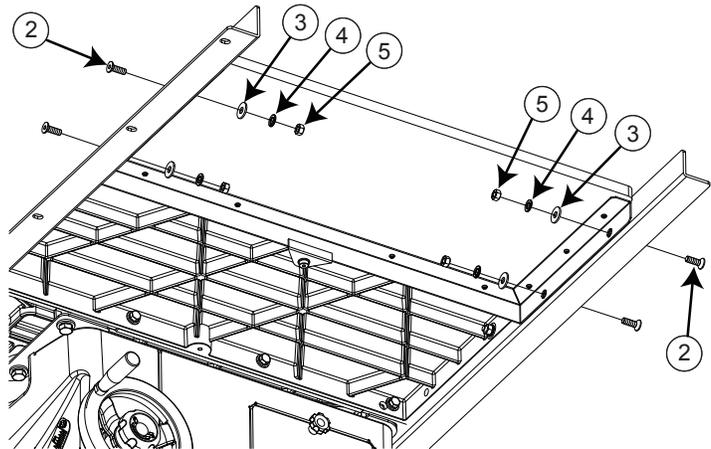

Fig. 10
10. La table à rallonge se monte sur les rails à l'aide de boulons traversant les trous des rails et de la table à rallonge. Prenez quatre boulons de douille à tête fraisée M8x1,25x25 et insérez un boulon dans chacun des trous restants des rails avant et arrière. Placez une rondelle M8x23x2 et une rondelle de loquet M8 à l'arrière de chaque boulon, puis vissez un écrou hexagonal M8x1,25 sur chaque boulon (voir fig. 10). Serrez les écrous à la main ; ne les serrez pas complètement.